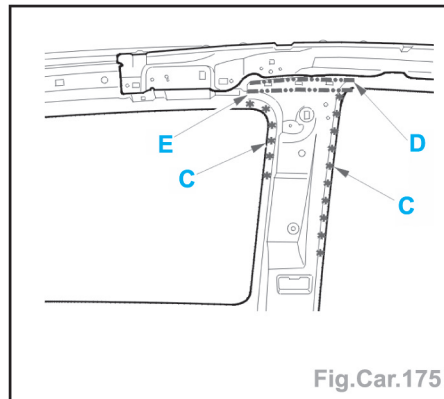

Fig.Car.175
- Dépointer par fraisage des points (suivant **C**) et meuler les cordons soudo-brasage (suivant **D**) (Fig.Car.175).